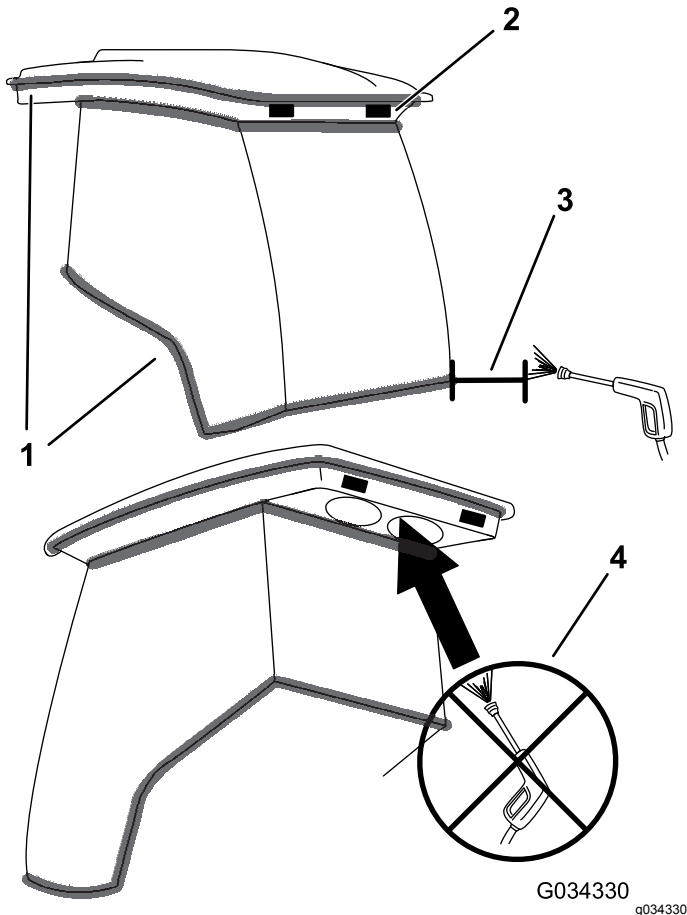

Figure 95
**Important:** Faites attention près des joints et des éclairages de la cabine (Figure 95). Si vous utilisez un jet haute pression pour le nettoyage, maintenez-le à au moins de 0,6 m (2 pi) de la machine. Ne dirigez pas le jet haute pression directement sur les joints et les éclairages de la cabine ou sous le surplomb arrière.